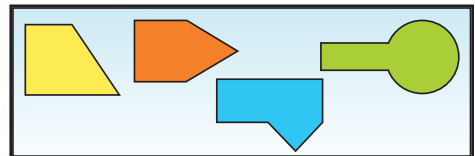

Fig.26
- Des plaques de matière plastique plane de 1 à 2 mm d'épaisseur, de formes géométriques simples (12 à 15 cm maximum pour la plus grande dimension) avec deux ou trois petits trous sur leur périphérie (Fig.26).